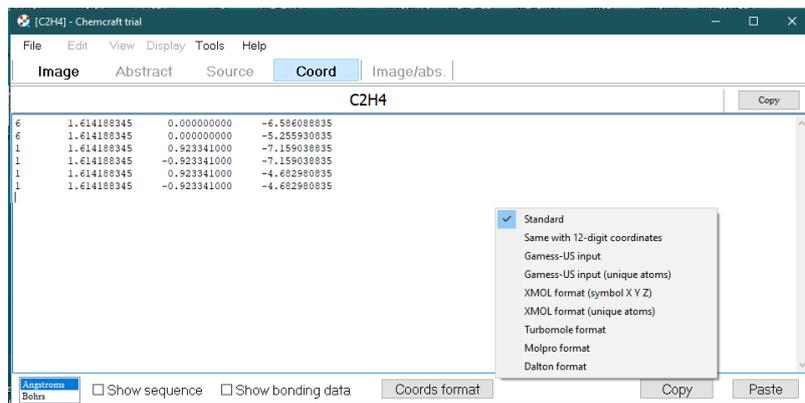

Рис. 6. Вывод расчетных данных в разных форматах
6. Из вкладки Coord импортировать декартовые координаты атомов в текстовом формате в ангстремах и борках. Кнопки Copy и Paste помогают копировать текст с координатами в буфер обмена или из буфера на экран. Внизу окна есть вкладка – Coord format – выводит расчетные данные в разных форматах. На рис. 6 приведен стандартный формат и в ангстремах.